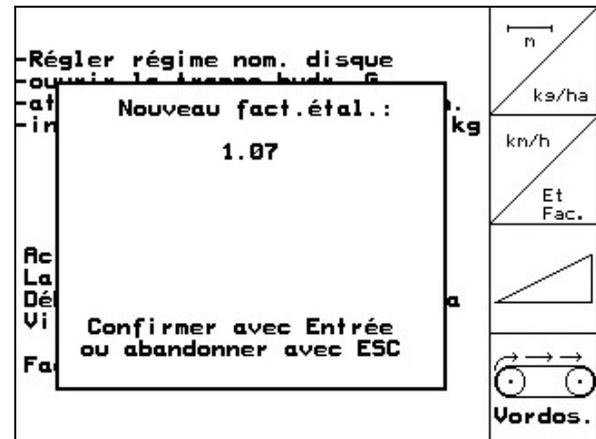

Fig. 30
- Le nouveau facteur d'étalonnage s'affiche (Fig. 30).